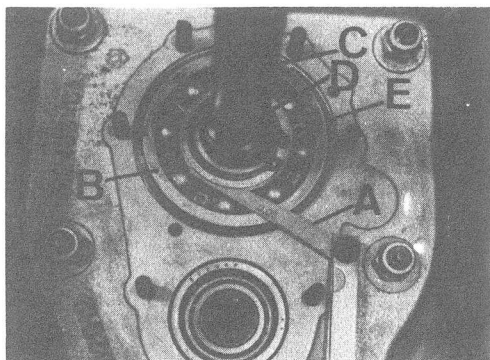

Fig. C1-92 Juego axial rodamiento eje primario
- 2.3. Comprobar con galgas calibradas, A (Fig. C1-92) que el juego axial del rodamiento, del primario, C, está comprendido de 0 á 0,05 mm. De no ser así, habrá que cambiar la arandela, D, por otra de espesor adecuado.